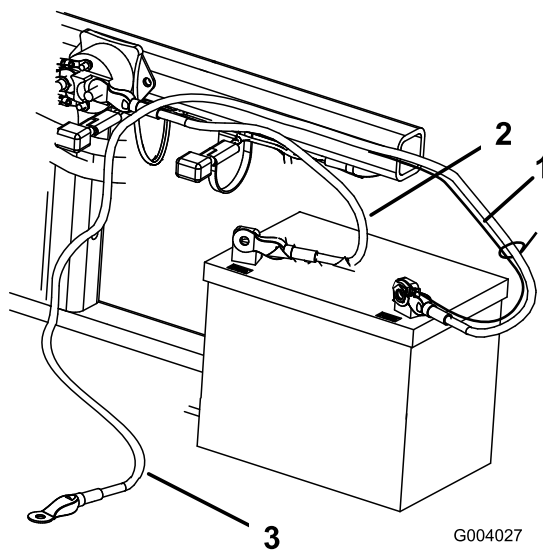

Figura 5
2. Conecte el cable positivo (rojo) al borne positivo (+) con un perno ($\frac{1}{4}$ " x $\frac{5}{8}$ ") y una contratuerca (Figura 5).
3. Conecte el cable negro pequeño y el cable negativo (negro) al borne negativo (-) de la batería con un perno ($\frac{1}{4}$ " x $\frac{5}{8}$ ") y una contratuerca ($\frac{1}{4}$ ") (Figura 5).